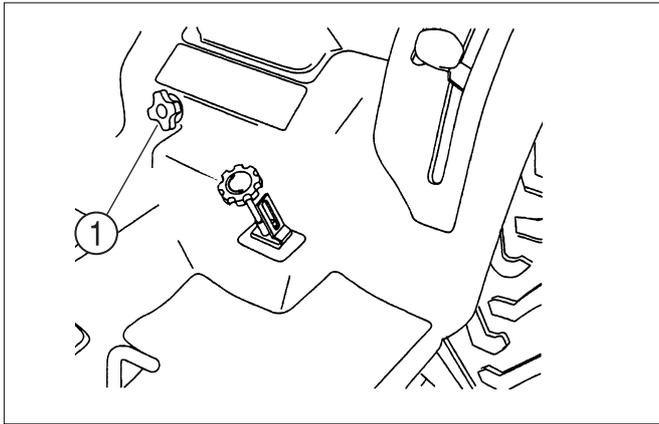

FIG. 93
**FIG. 93 :** Si le tracteur doit être remisé pour une période prolongée, comme l'absence d'utilisation hors-saison, certaines mesures devront être prises pour qu'il soit préservé durant cette période. Ces mesures varieront en fonction de la zone géographique et de la saison de remisage.